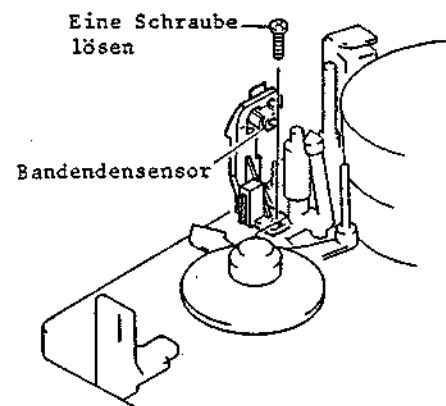

Abb. 2-47 Ausbau des Bandendensensors
### 3-6 Ausbau des Bandendensensors (Abb. 2-47, 2-48)
1. Eine (1) Befestigungsschraube des Bandendensensors lösen (siehe Abb. 2-47).